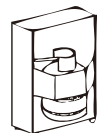

FIG 2
3. Roscar los tornillos de la puerta trasera para asegurar la sujeción del panel (Fig 2).